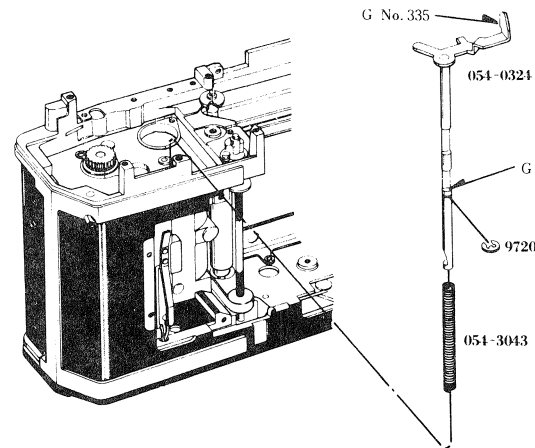

Fig. 45
18. Place 0352, 0375 and 9417, fasten them with 9030 and hook 3056 onto it. Fig. 45.
18. 0352, 0375, 9417を置き、9030で止め3056を掛ける。Fig. 45。作動チェック。